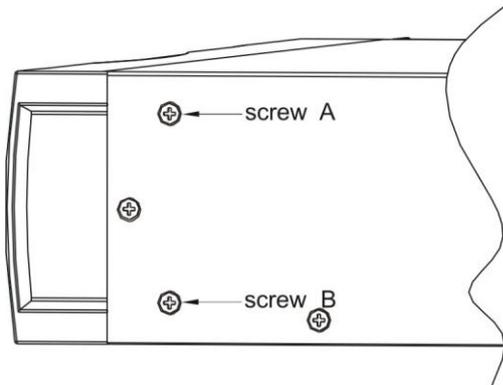

Рис. 10 Установка сборной консоли
- ③ вкручивать два шурупа М4, как показано на Рис. 10 (симметрично с двух сторон, всего четыре).